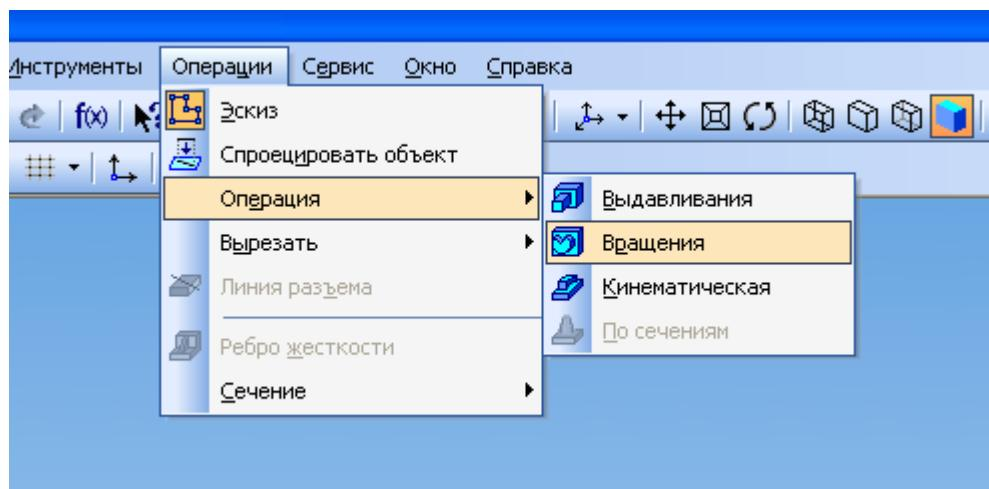

Рис. 11
10. Выполните операцию вращения (рис.11).